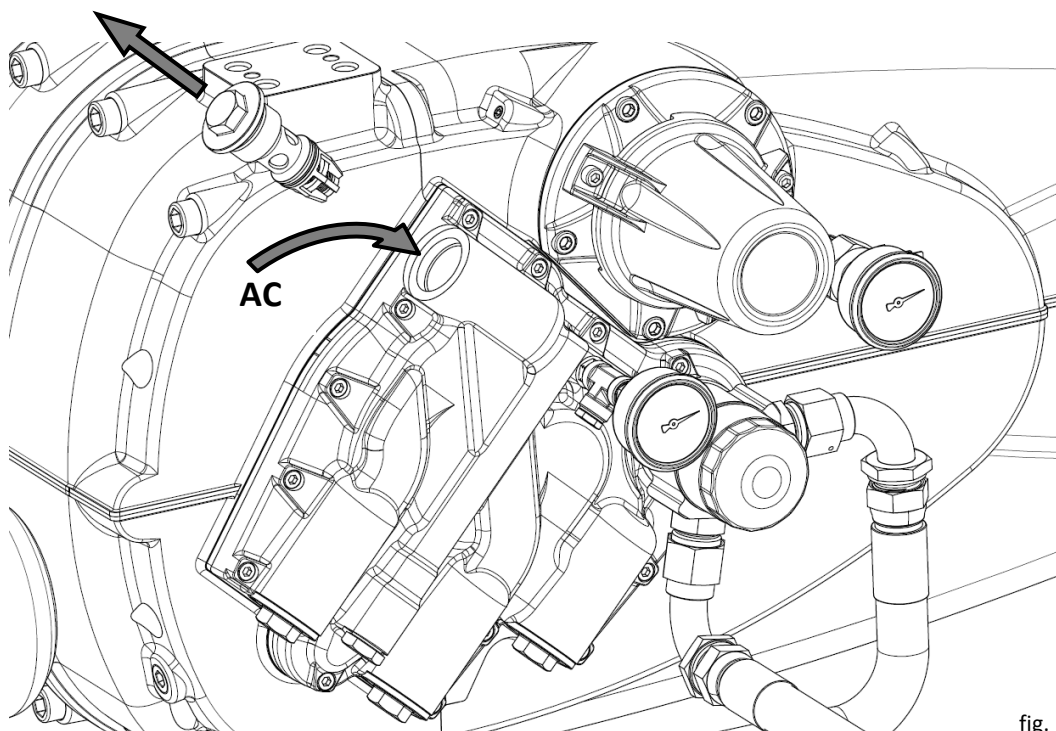

fig. 15
- Desmontar el cartucho con la válvula de envío del cuerpo de la bomba de aceite y llenar el conducto con aceite lubricante, utilizando una jeringa o una herramienta similar (fig. 15).